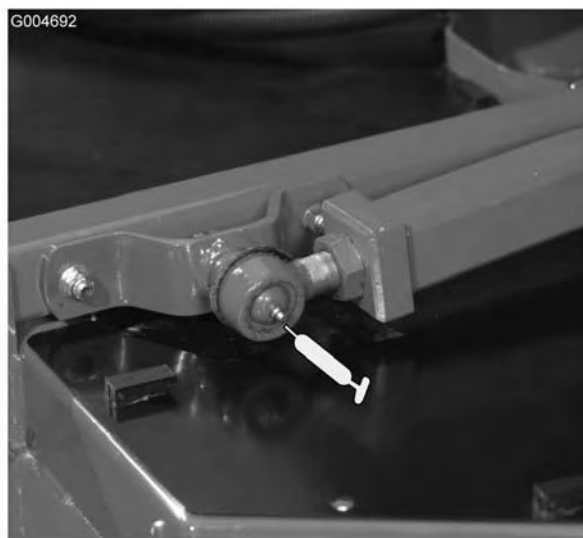

Figura 40
- Giunti sferici (2) del braccio di sollevamento (Figura 40)